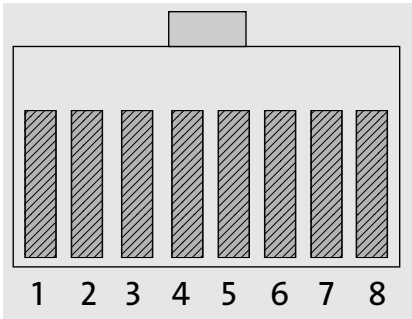
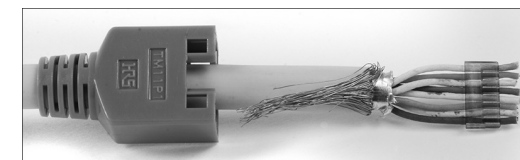

Abbildung 2.6 Belegung RJ45-Stecker, Ansicht von vorn mit oben liegender Rastnase
Abbildung 2.19 Zusammendrehnte Abschirmung, Adern durch Kammplatte gesteckt
An allen Kabeln kommt der achtpolige *Western-Stecker*, Typ RJ45, zum Einsatz. Die Kontakte sind durchnummeriert (Abbildung 2.6).
6. Ordnen Sie die Adern gemäß Tabelle 2.3 bis Tabelle 2.5 sowie Abbildung 2.6 an, und stecken Sie deren Enden durch die Kammplatte (Abbildung 2.19).
- ▶ Verwenden Sie ein Patchkabel, und schneiden Sie einen Stecker ab. Kämmen Sie die Adern aus, isolieren Sie die Enden knapp ab, und schieben Sie eine Kammplatte (siehe RJ45-Stecker, Abbildung 2.19 und Abschnitt 2.1.7, »Montage von RJ45-Steckern«) über die Adernenden, sodass kein Kurzschluss möglich ist. Diese freien Enden berühren Sie mit der Spitze des Tastkopfes.